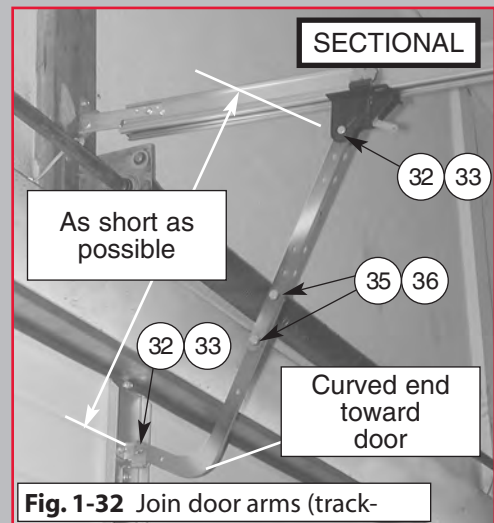

Fig. 1-32 Join door arms (track-
12. Install door arms (Fig. 1-32).